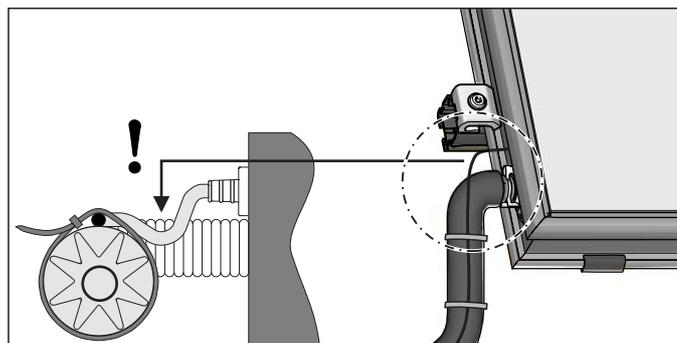

Fig. 4-24 Fase di lavoro 3
- Nell'eseguire la posa del cavo, assicurarsi che non affluisca acqua piovana nel punto di inserimento della sonda (inserire un gomito di gocciolamento, vedere fig. 4-24).